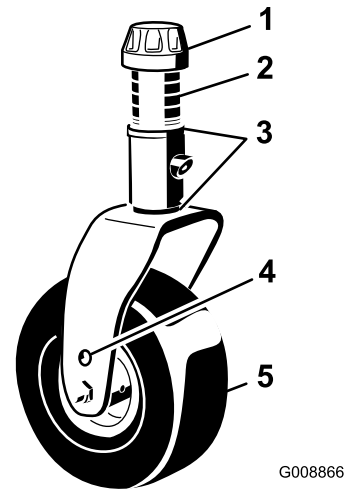

Figura 16
3. Retire el casquillo tensor del eje (Figura 16) y deslice el eje fuera del brazo de la rueda giratoria. Coloque los dos suplementos (3 mm) en el eje de la misma forma que en la instalación original. Estos suplementos son necesarios para obtener el mismo